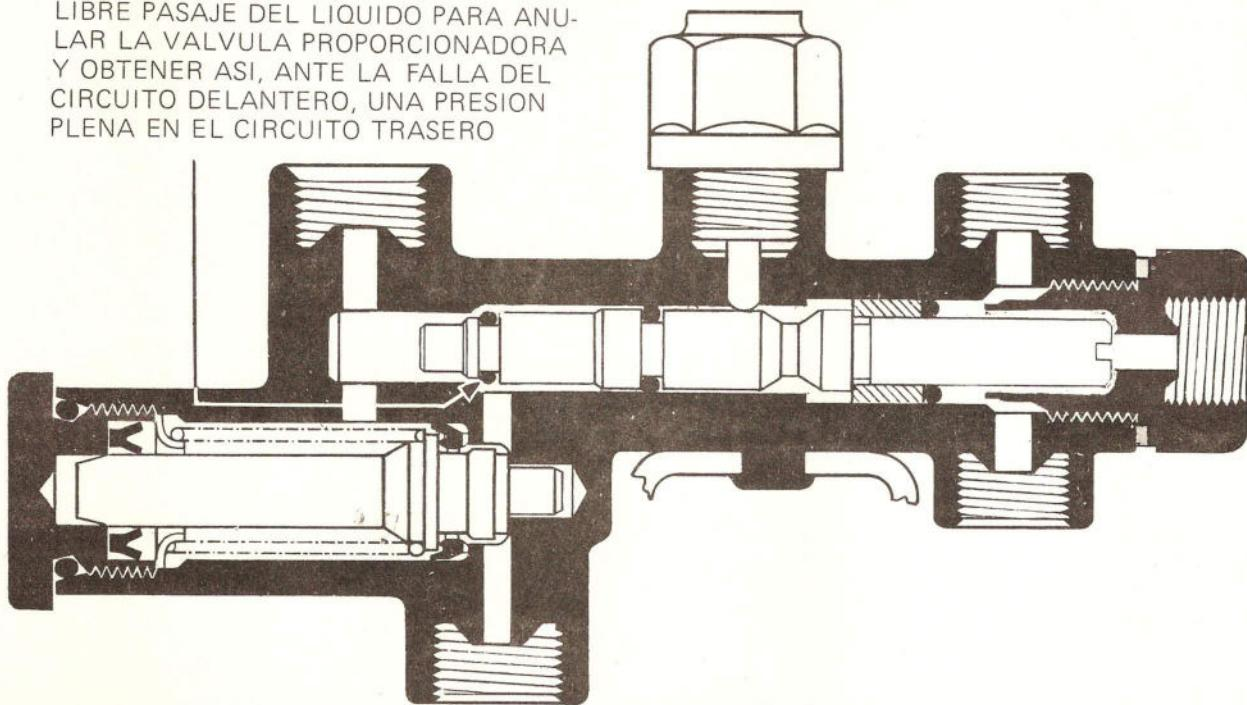

FIG. 8 – Vástago desplazado por falla en circuito delantero
Si uno de los circuitos, por ejemplo, el delantero presenta una pérdida, la presión del sistema al oprimir el pedal sólo experimentará un aumento en el sector correspondiente al circuito trasero y, por ende, en la zona del extremo izquierdo del vástago. De esta forma al no encontrar una presión igual y opuesta en su otro extremo el vástago se desplazará hacia la derecha (Fig. 8) accionando el interruptor (21). Esta condición, entonces, será señalada por el encendido de la luz roja con la leyenda "FRENO" en el panel de instrumentos. Además, y considerando que al no operar el circuito delantero se hace necesario aplicar la máxima presión disponible sobre el circuito trasero, el vástago al final de su carrera